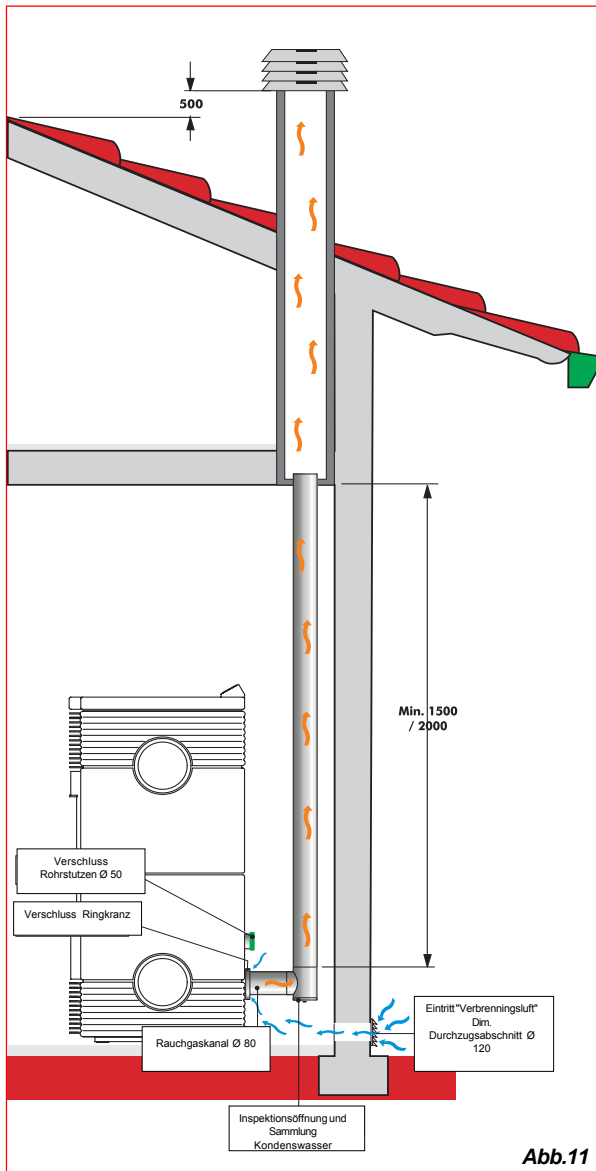

Abb.11
2. Durch Rauchabzugsrohr, dessen Innenmaße 200x220 mm nicht übersteigen dürfen; bei größeren Innenmaßen oder bei schlechtem Zustand des Rauchabzugsrohrs (z.B. Rissbildungen, schlechte Isolierung, etc.) wird empfohlen, ein rostfreies Stahlrohr mit passendem Durchmesser in das Rauchabzugsrohr einzufügen, dessen Länge bis zum Schornstein reicht (Abb. 11);